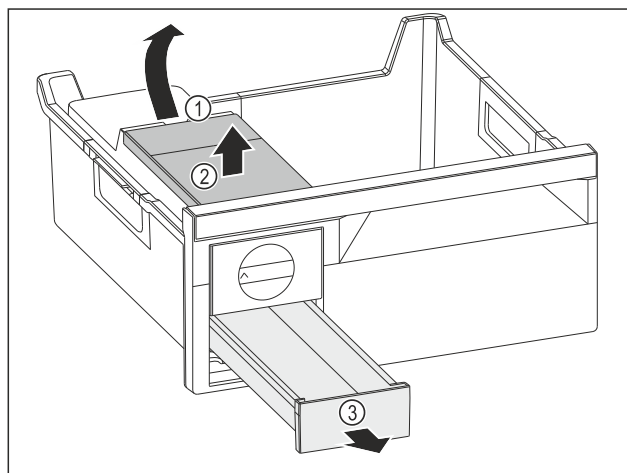

Fig. 78
- ▶ Estrarre il serbatoio dell'acqua: Sollevare il serbatoio dell'acqua nel vano Fig. 78 (1).
- ▶ Estrarre il serbatoio dell'acqua Fig. 78 (2) verso l'alto.
- ▶ Estrarre il cassetto del ghiaccio Fig. 78 (3) in avanti.